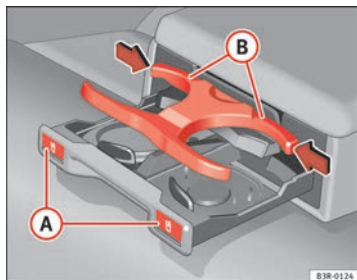

Fig. 121 Portabebidas en el reposabrazos trasero
- Pulse sobre el símbolo ☕ (A) ⇒ fig. 121.